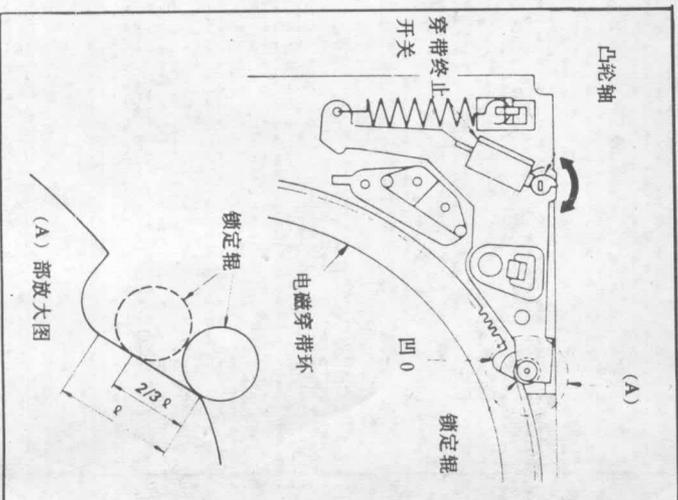

图 33 穿带终止开关位置调整
[检查方法] (图 33)
- 用手转动电磁穿带环，检查当锁定辊在该环凹槽④伸直部位1的上面 2/3 的范围内移动时，穿带终止开关会有通断动作并发出卡搭声(图 33)。否则应进行下列调整：